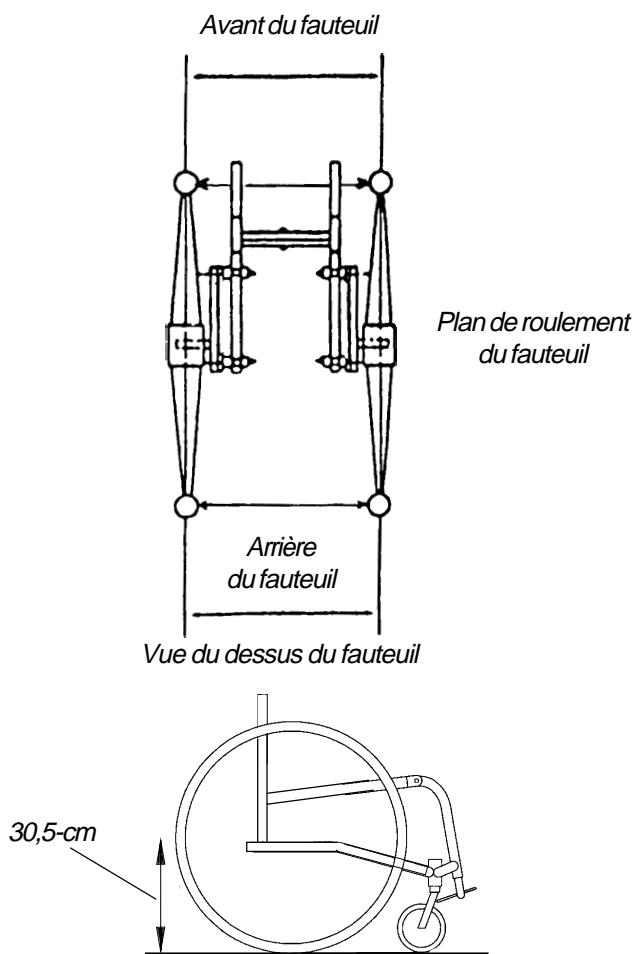
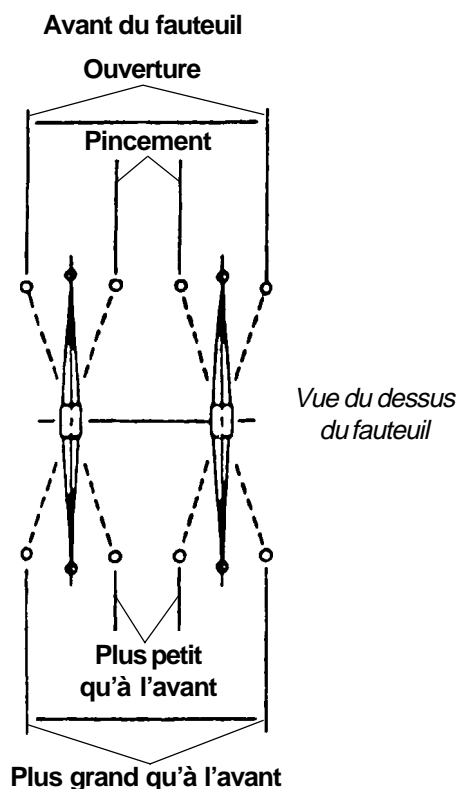

FIGURE 6 - DETERMINER LE PINCEMENT / L'OUVERTURE - MESURER LES PLANS DE ROULEMENT DES ROUES ARRIERE
FIGURE 7 - DETERMINER LE PINCEMENT / L'OUVERTURE COMPARER LES MESURES DE PLAN DE ROULEMENT DES ROUES ARRIERE
Déterminer le pincement/l'ouverture (FIGURES 6 ET 7)
2. Mesurer la distance entre les plans de roulement à l'arrière et à l'avant des roues arrière à environ 30,5-cm du sol (FIGURE 6).
3. Déterminer la différence entre les deux (2) mesures. Si la **différence** entre les **deux (2) mesures** est **SUPERIEURE** à 1,3-cm ($0 \pm 0,6$ -cm pour un roulement maximal) on a une (1) des deux (2) situations suivantes :
- A. Si la mesure du **plan de roulement arrière** des roues arrière est **PLUS PETITE** que la **mesure du roulement avant** des roues arrière, il y a **ouverture** (FIGURE 7).
- B. Si la **mesure du plan de roulement arrière** des roues arrière est **plus grande** que la **mesure du plan de roulement avant** des roues arrière, il y a **pincement** des roues (FIGURE 7).